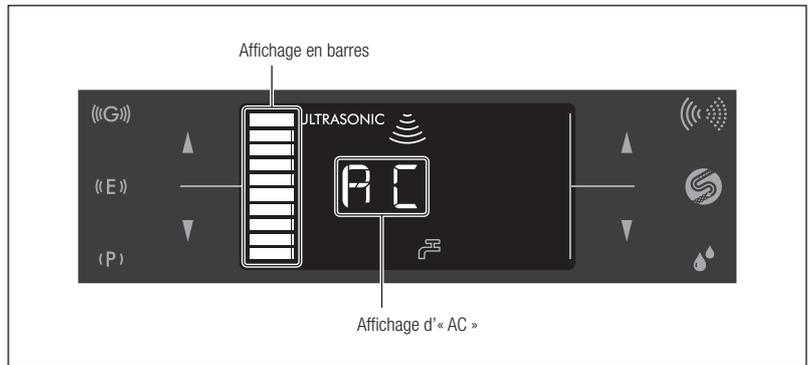

Fig. 35
- 7) Appuyez sur le bouton d'autonettoyage et maintenez-le enfoncé pendant environ 3 secondes pour démarrer l'autonettoyage. L'autonettoyage dure environ 45 secondes. Pendant l'autonettoyage, « AC » apparaît sur l'écran LCD et le temps restant approximatif est matérialisé par l'affichage en barres (Fig. 35).